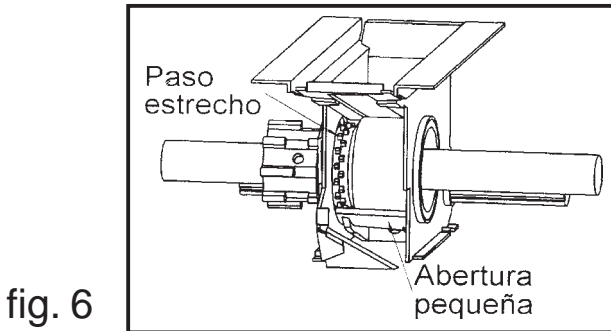

fig. 6
- Paso estrecho, espolones pequeños, para semillas finas (fig. 6).
- Regular la abertura de la trampilla inferior del distribuidor para adaptarla al tamaño de la semilla (figs. 6, 7 y 8).